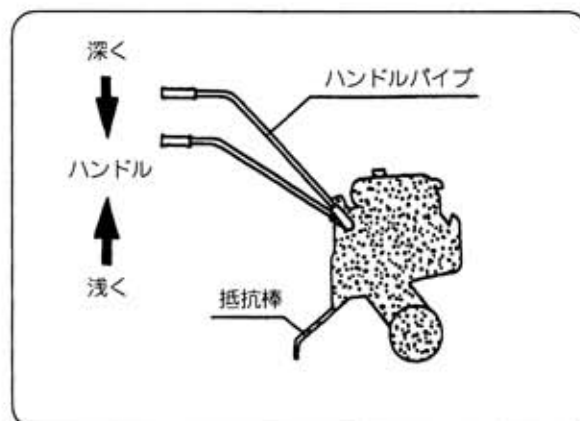

図19
- 3 浅く耕したいときは、ハンドルパイプを少し持ち上げるように進みます。(図19)